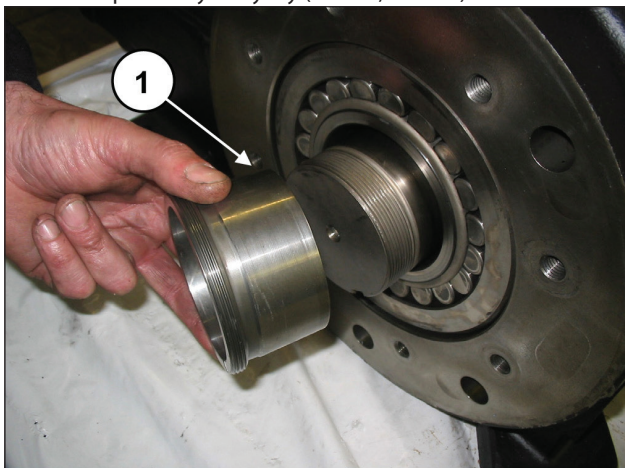

Рис. 27
Снимите прижимную втулку (поз. ①, Рис. 27).